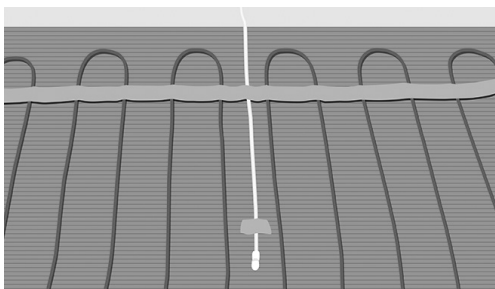

Abb. 13. Platzieren Sie das Rohr/den Sensor zwischen zwei Kabeln
11. Installieren Sie ein Leerrohr für den Bodensensor. Stellen Sie sicher, dass sich das Ende des Leerrohrs auf gleicher Höhe wie das Heizkabel und zwischen zwei Schlaufen, ca. 50 cm von der Wand entfernt, befindet. Verschließen Sie das Ende des Leerrohrs. (Abb. 13).